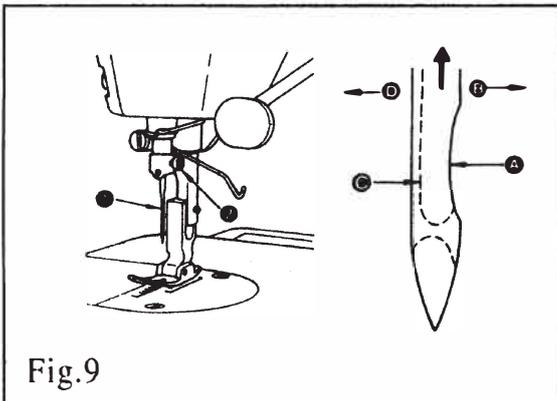

Fig.9
7. COLOCACIÓN DE LA AGUJA (FIG. 9)